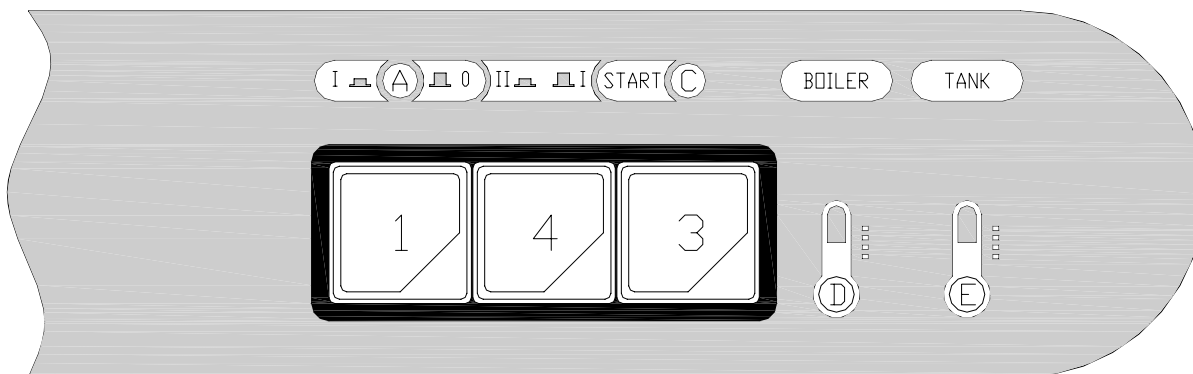

Bild. 3-2
1. Die Maschine nicht ausschalten. Die grüne Kontrollampe A leuchtet (Bild 3-2).